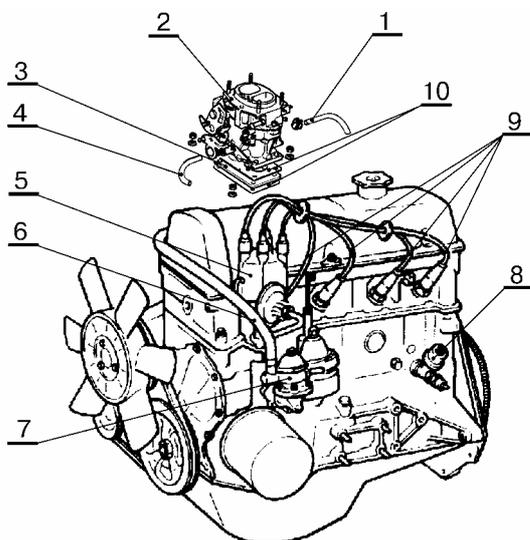

Рис.2.
- отсоединить от карбюратора шланги 1 и 4, рис.2, подогрева корпуса дроссельных заслонок и топливный шланг 6 (отвертка крестообразная);